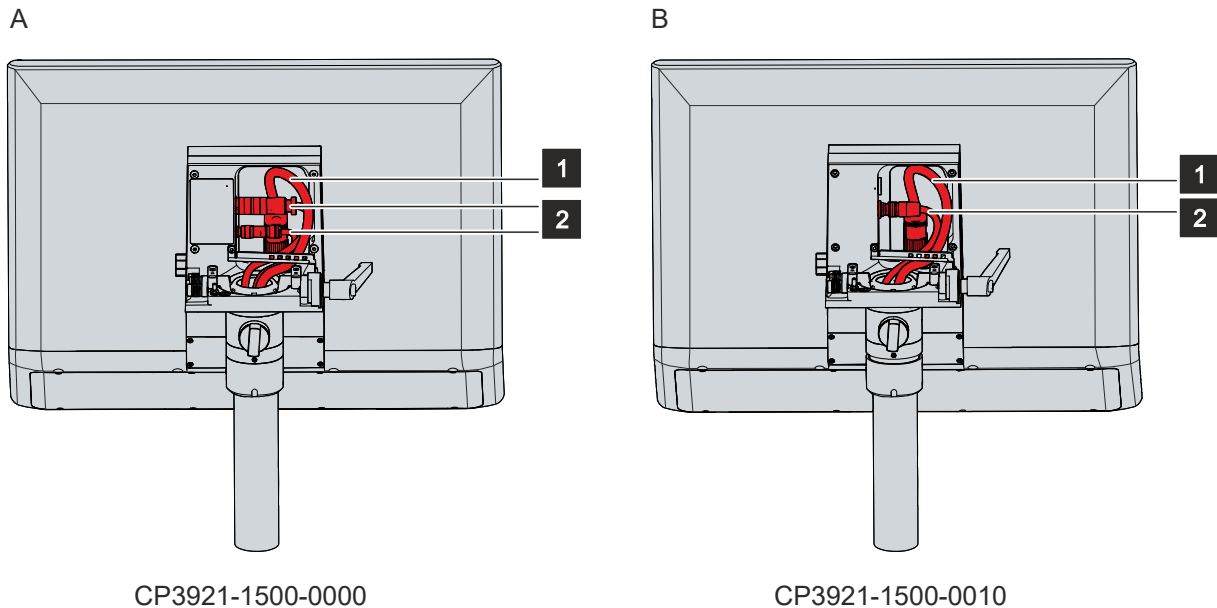

Abb. 28: Kabelverlegung Tragarmadapter
Die Anschlüsse des Control Panels befinden sich innerhalb des Tragarmadapters. Über den 19-poligen Rundsteckverbinder schließen Sie die Spannungsversorgung sowie die Taster S1-S4 der Tastererweiterung an. Zur Vermeidung von Kabelschäden müssen Sie unbedingt die dargestellte Kabelführung beachten, die jeweils mit der Tragarmadapterausrichtung von unten dargestellt wird (siehe Abb. 28).
3. Verlegen Sie das Signal- und Stromversorgungskabel innerhalb des Tragarmadapters, wie in Abbildung 28 dargestellt.
4. Verlegen Sie die Datenkabel innerhalb des Tragarmadapters wie in Abbildung 28 dargestellt.